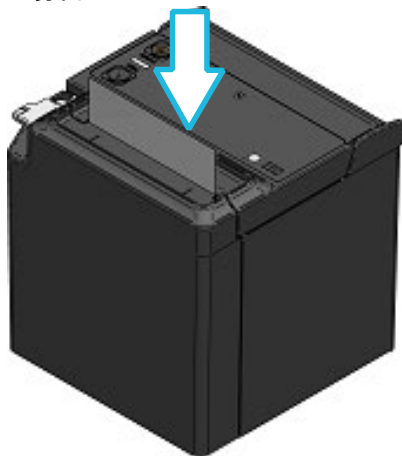

図 8-7 ペーパーカバー（上排出）
⑤ 図 8-7、図 8-8の矢印部分をしっかりと押し、片閉まりしないようにペーパーカバーを閉めてください。